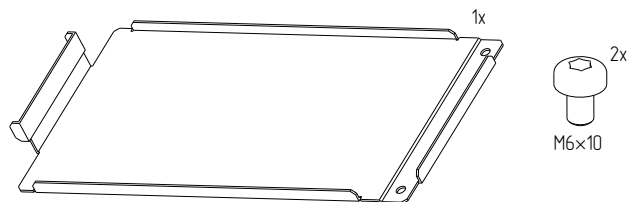

Рисунок 132
4.43.2 Проверить комплектность (рисунок 132).